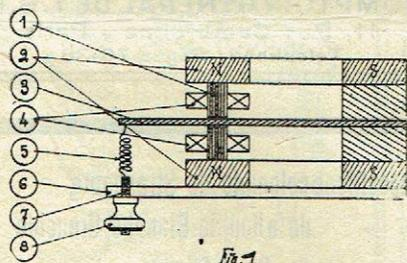
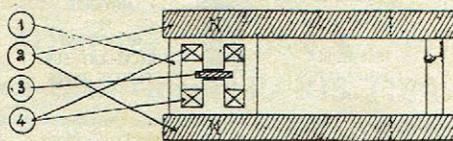

Fig. 1
Fig. 2
représentés dans la figure 1 du brevet, il n'en possède qu'un. Ne considérons pas si cette simplification, qui entraîne une dépression du prix de revient, a pour conséquence une modification de la valeur de l'appareil : elle a, en tout cas, l'inconvénient de rappeler invinciblement le principe d'un reproducteur de sons très original dont une étude détaillée a paru l'an dernier dans *Paris-Radio*. Disons sans barguigner que la théorie invoquée pour l'explication du fonctionnement de l'appareil nous paraît de haute fantaisie. Le schéma de principe que nous reproduisons ci-dessus (fig. 1), extrait du brevet n° 570.133, et auquel se réfèrent les rédac-
La figure 2, extraite aussi du brevet original, est le profil de la figure 1. Dans ces figures (1) est le circuit magnétique constitué par un paquet de tôles serrées entre les pôles de même nom de deux aimants (2).
Revenons à la théorie du fonctionnement alléguée par les feuilles soumises. Parlant du mode de vibration de l'anche entre les deux masses de tôles de même signe décrites ci-dessus, on prétendrait nous faire admettre que l'anche, « étant polarisée, se trouve attirée par un de ces pôles et repoussée par l'autre », et que « on a ainsi une double action sur l'anche ». Nous avons l'appareil en mains. Nous avons pu apprécier la valeur du champ magnétique de l'aimant permanent et celle du flux que peut produire le solénoïde, et nous serions reconnaissants aux personnes qui nous expliqueraient comment, étant donné que les tôles représentées de profil sur la figure 2 sont portées à une polarité Nord, le flux du solénoïde pourrait faire naître sur un des noyaux de ces tôles
Nous avons signalé que la réalisation de l'écouteur perfectionné s'écarte des plans du brevet. Même si elle ne s'en écartait pas, quel est le principe essentiel dont l'application déclenche le fonctionnement du système ? Dans la pratique, la partie supérieure à l'anche vibrante (telle qu'elle est indiquée dans la figure 1) est supprimée, et le schéma de principe de ce dispositif n'est autre que la figure 5 du brevet n° 564.941 demandé le 10 avril 1923 (soit 4 mois et demi avant le brevet Philippart), par M. Albert-Marie MARQUER, dont la suite des travaux conduits dans cet esprit devait donner naissance au